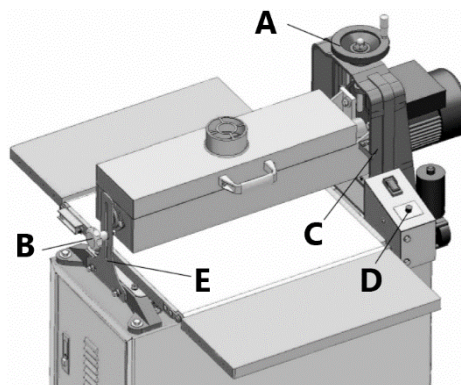

Рисунок 24.
- Ослабьте ручку-фиксатор В шлифовального блока (рис. 24).
Чтобы настроить скорость ленты транспортера, вращайте ручку D (рис. 24).
Для выполнения данной операции необходимо снять ручку-фиксатор В и стойку Е шлифовального блока (рис. 24). После чего, можно проводить шлифование с разворотом заготовки на 180° в горизонтальной плоскости.